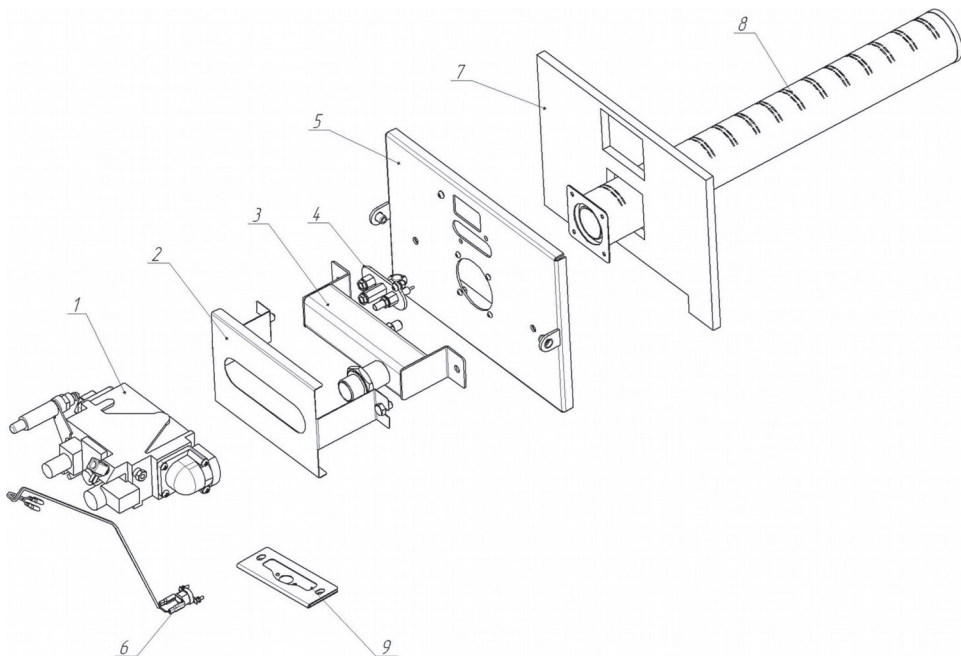

Рисунок 7 - Монтаж газогорелочного устройства
Порядок монтажа горелки производить следующим образом (см. Рисунок 7):
*См. Рисунок 7 данного Руководства по эксплуатации